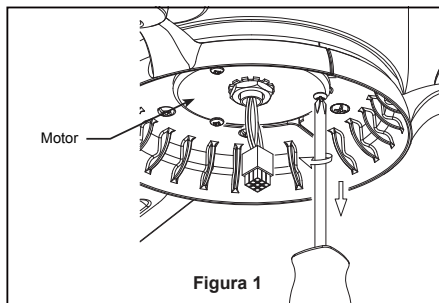

Figura 1
1. Retire y deseche los topes del motor del ensamble del motor quitando los tornillos. (Figura 1)
Para evitar una posible descarga eléctrica, asegúrese de cortar la alimentación eléctrica de la caja de fusibles principal antes de colgar el ventilador. (Figura 1)
Para evitar una posible descarga eléctrica, asegúrese de cortar la alimentación eléctrica de la caja de fusibles principal antes de cableado el ventilador. (Figura 1)
1. Instale la cubierta rotando la ranura clave en la cubierta sobre el tornillo de hombro del soporte del gancho. Fije el tornillo de hombro. Instale adecuadamente y fije el segundo tornillo de hombro que fue anteriormente guardado. (Figura 1)
1. Coloque el aspa sobre el soporte de aspas con los pilotes roscados a la vista. Asegúrese de que la parte inferior del aspa se encuentre bien apoyada sobre el soporte. Con un destornillador Phillips, fije los tornillos 3/16"-24 Tornillo de cabeza troncocónica con arandela de fibra para asegurar la placa en el brazo de sujeción de las palas. (Figura 1)
- 1. Retire uno de los tres tornillos en la placa del adaptador en la parte inferior del ensamblaje del motor, guárdelos para después y afloje ligeramente los dos tornillos restantes. (Figura 1)
1. Restablezca la fuente de alimentación de la toma de corriente encendiendo la electricidad del fusible principal. (Figura 1)